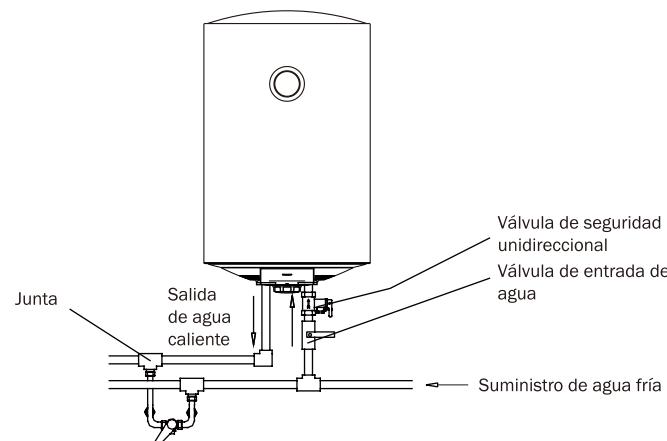

Fig. 4
- Si los usuarios desean realizar un sistema de suministro de agua múltiple, la forma de hacerlo se muestra en la fig.4 con las conexiones de las tuberías.
- If the users want to realize a multi-way supply system, refer to the method shown in Fig.4 for connection of the pipelines.
(Fig.4)